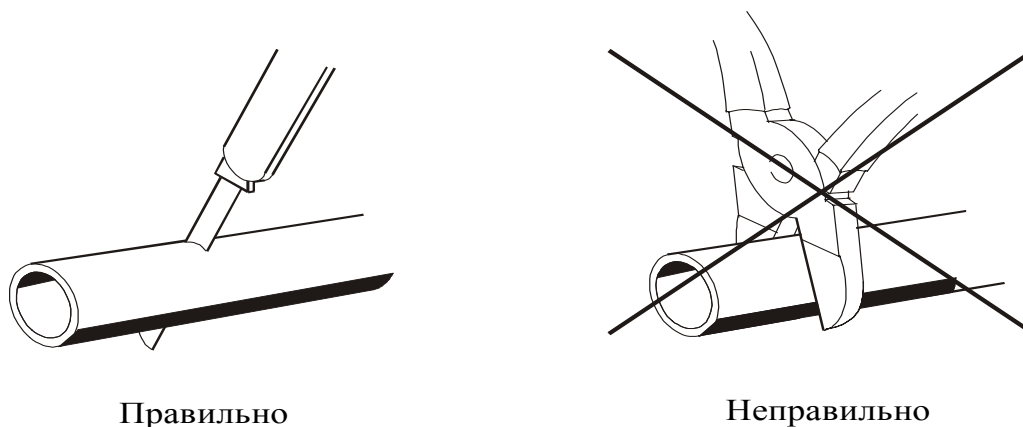

Рис. 8.6 – Отрезка трубопровода перед установкой.
8.5.2 При монтаже топливопроводов перегибы соединительных муфт недопускаются. При монтажных работах отрезку топливопровода производить только острым ножом согласно рис. 8.6. На местах среза не допускаются сужение проходного сечения топливопровода, вмятины и заусенцы.